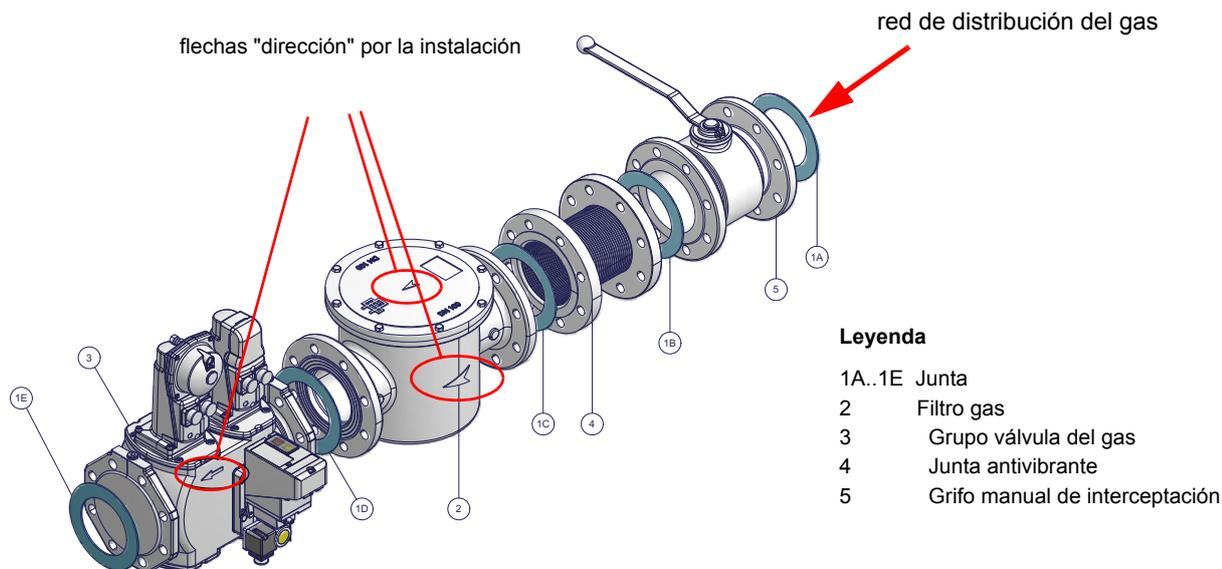

Fig. 2 - Ejemplo de rampa gas
- 1-b) en el caso de juntas con bridas: interponer entre un miembro y el otro, una junta (n. 1A..1E - Fig. 2), compatible con el gas utilizado,